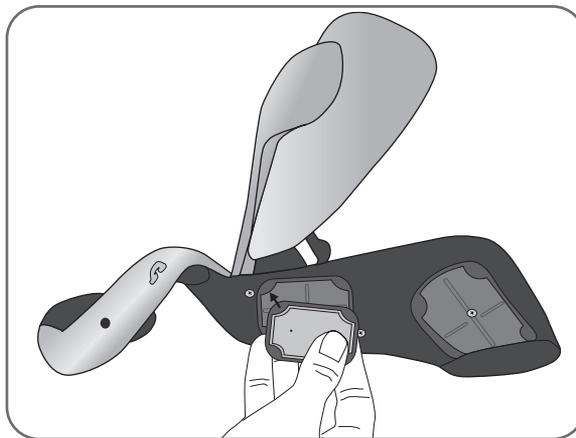

図 8-6：布製電極を電極ベースに挿入
7. 布製電極#1、2、4、5については、布製電極の白い点を電極ベースに合わせます。布製電極の角を電極ベースに挿入します。図 8-6 を参照してください。